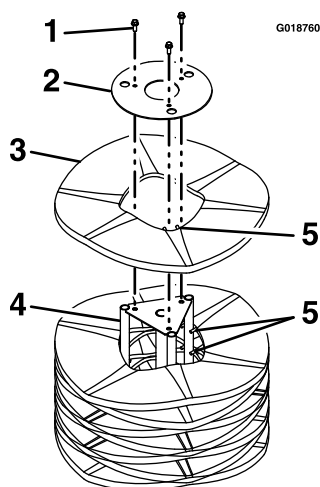

Figura 3
9. Retire los segmentos dañados o desgastados del cepillo. Instale los segmentos nuevos alternando los dedos metálicos de alineación, según se muestra en Figura 3.